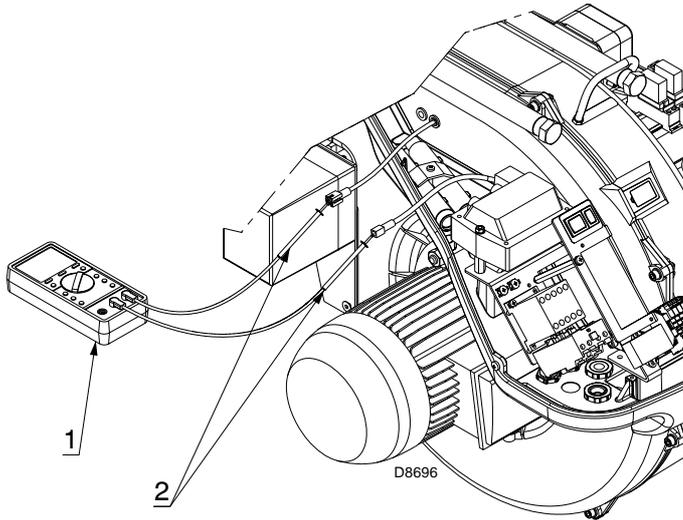

图 35
但是，如果有必要对离子电流进行测量时，断开离子探针电缆上的插头 - 插座 (2) (图 35)，插入一个量程为  $100 \mu\text{A}$  的微安计 (1) (图 35)。